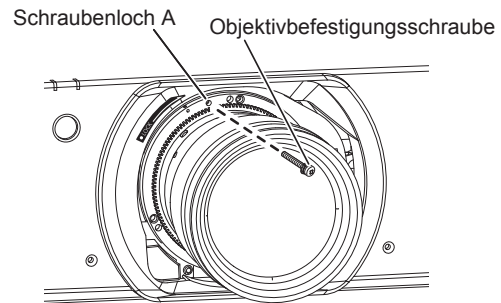

Abb. 2
- 2) Sichern Sie das Projektionsobjektiv mit der beiliegenden Objektivbefestigungsschraube. (Abb. 2)